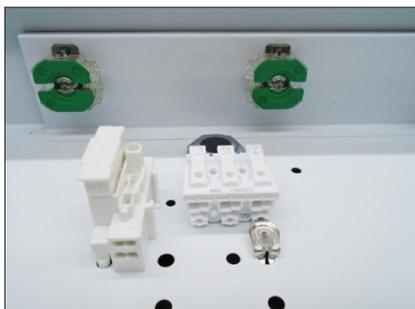

Fig. 3
3. Realice las conexiones eléctricas necesarias, para ello utilice la clema de conexiones (fig. 3) que viene dispuesta para tal efecto dentro del luminario.